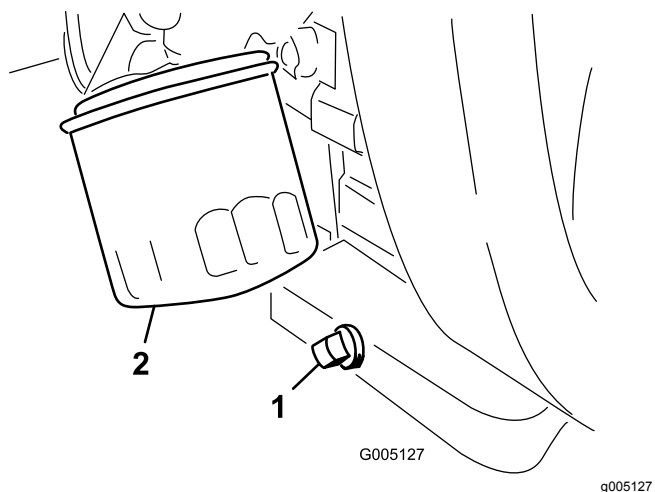

图34
1. 拆下排油塞 图34 让油流入放油盘。
2. 清洁排油塞的螺纹施用聚四氟乙烯密封材料然后安装排油塞 图34。
3. 拆下机油滤清器 图34。